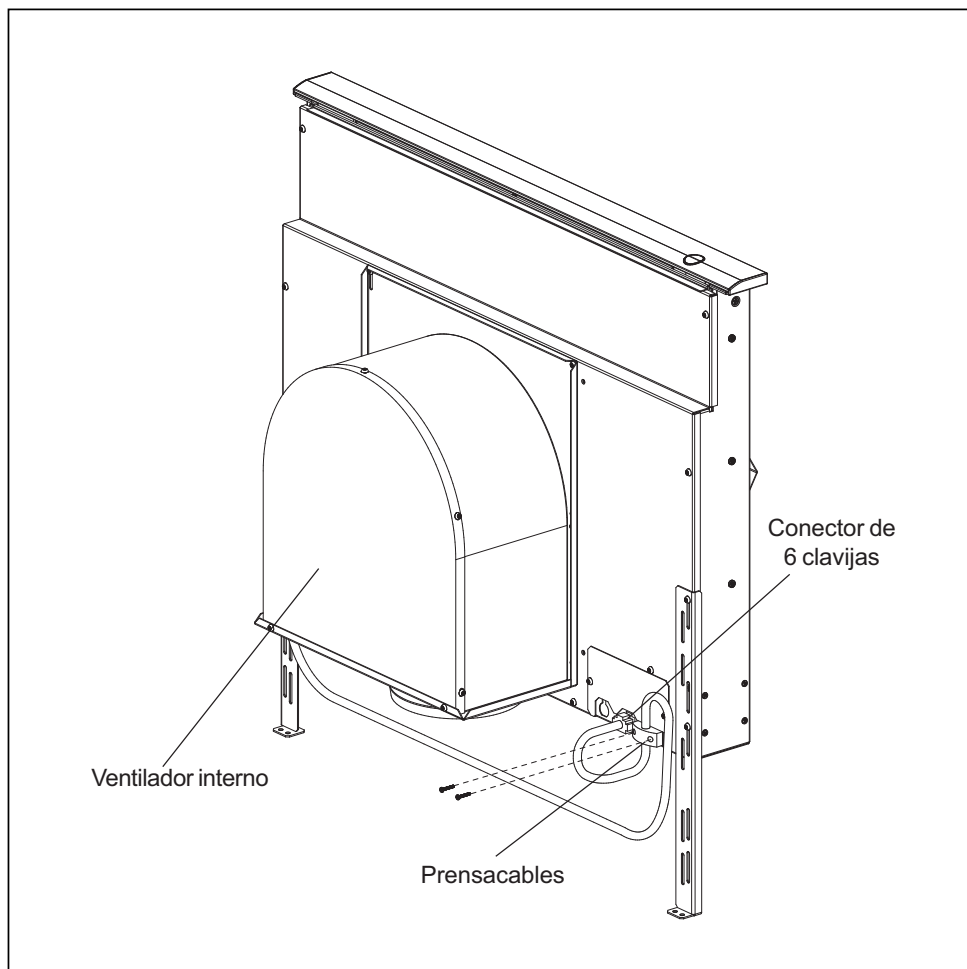

Fig. 10 – Ventilador interno
- A. Quitar la tapa de la caja de conexiones y conectar el conducto con 5 cables del ventilador remoto. Conectar los cables según el diagrama de conexiones, Fig. 10. Reemplazar la tapa.